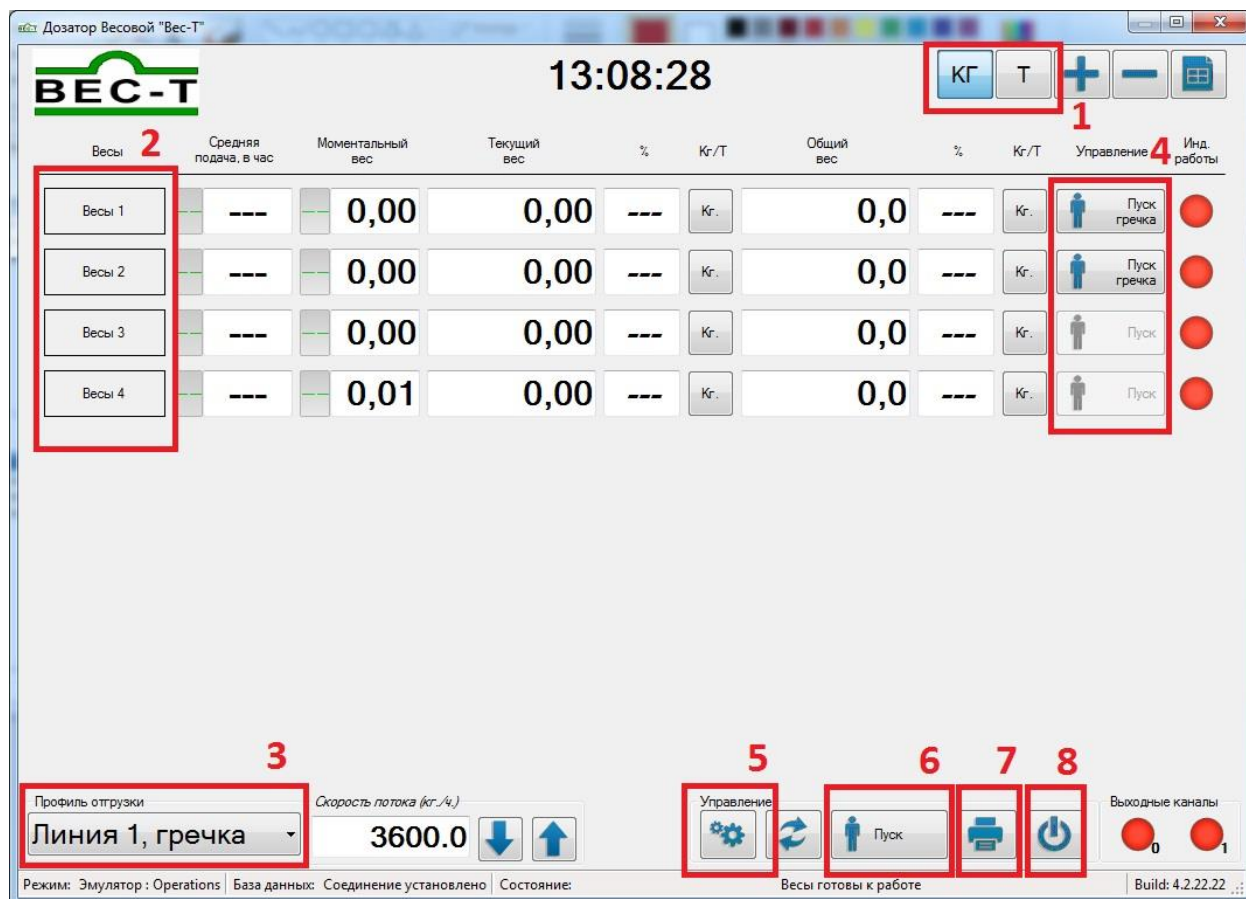

Рисунок 4.3 Взвешивание сыпучих материалов
Для выбора единиц измерения нажмите соответствующую кнопку (<КГ> или <Т>) (1) Рис. 4.3.